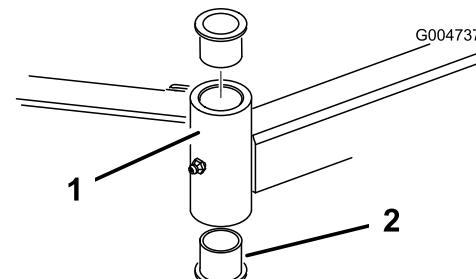

Figure 81
4. Insérez un chasse-goupille dans le haut ou le bas du tube de montage et chassez la bague hors du tube (Figure 81). Chassez ensuite l'autre bague. Nettoyez l'intérieur des tubes de montage.